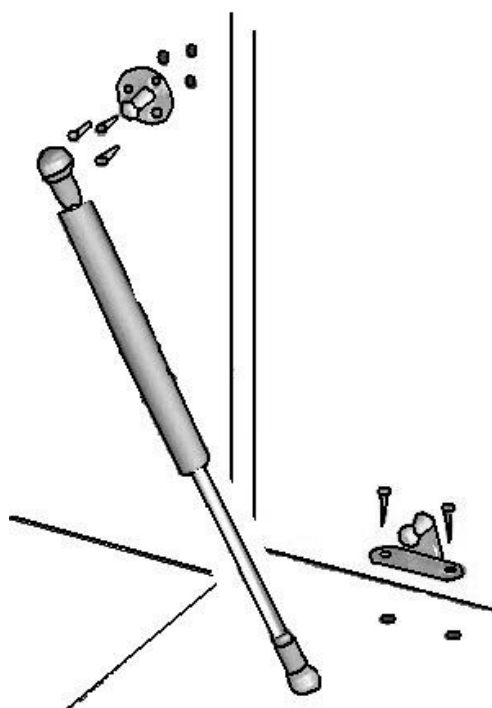

Рис. 2
4. На боковые стенки (11), (12), перегородку (18) и откидные двери (14), (41) установить крепления для лифтов с помощью шурупов 3,5x13мм (рис.2 и схема сборки).
6. На горизонтальный щит (15) установить роликовые защелки шурупами 3,0x13мм с полукруглой головкой (схема установки защелок).
7. На передний щит (13) установить бруски основания шурупами 4,0x45мм (схема сборки). При этом следует подложить под низ переднего щита стопки книг (или щитов), чтобы не повредить короб с электрооснащением.
8. На нижние торцы боковых стенок (11) и (12), перегородки (18), переднего щита (13) установить подпятники-гвозди (схема сборки).